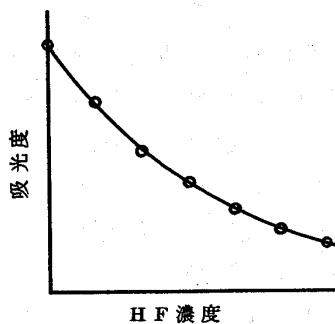

図1. 遊離HF検量線
- アセチルアセトン鉄吸光光度法による遊離ふっ化水素酸の検量線を図1に示す。